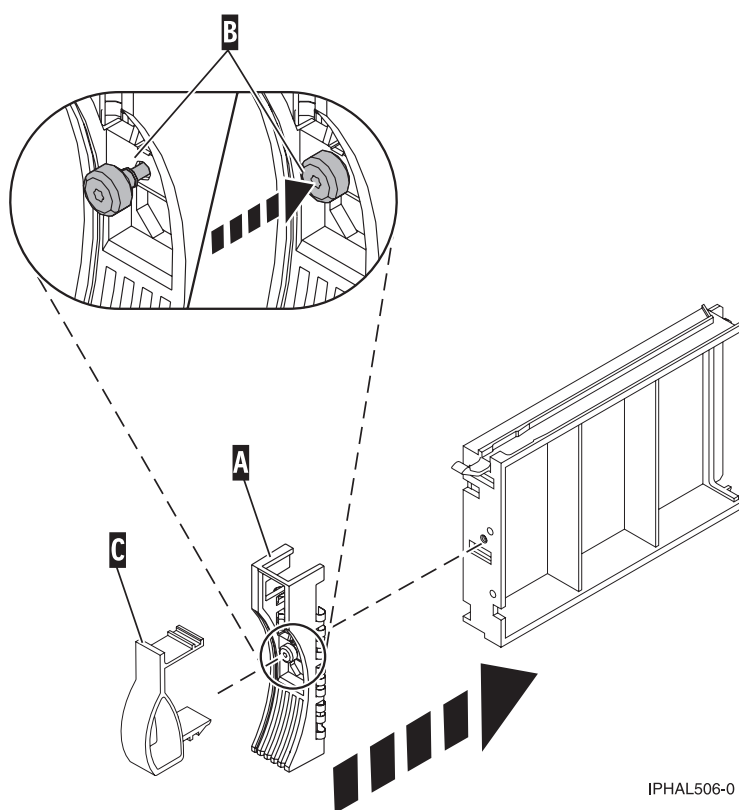

Figura 62. Fixació d'una tapa bisellada en un panell de reblliment d'unitat de disc
2. Feu pressió i colleu el cargol (B) per fixar la tapa bisellada a la unitat o el panell de reblliment.
3. Instal·leu el pestell a la tapa bisellada de la unitat de disc (C) a la part frontal de la unitat o panell de reblliment, tal com es mostra a la Figura 62.